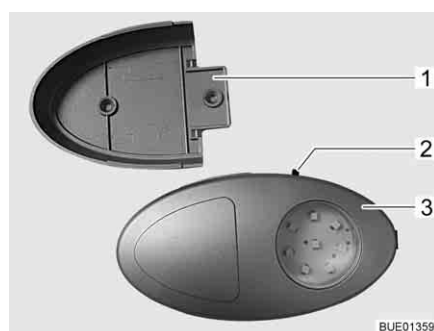

Fig. 95 Luce armadio guardaroba/torcia elettrica
- ▷ È possibile estrarre la luce armadio guardaroba dal supporto a vite (Fig. 95,1) e utilizzarla come torcia elettrica.
L'interruttore di accensione/spegnimento (Fig. 95,2) è montato direttamente sulla luce armadio guardaroba (Fig. 95,3).